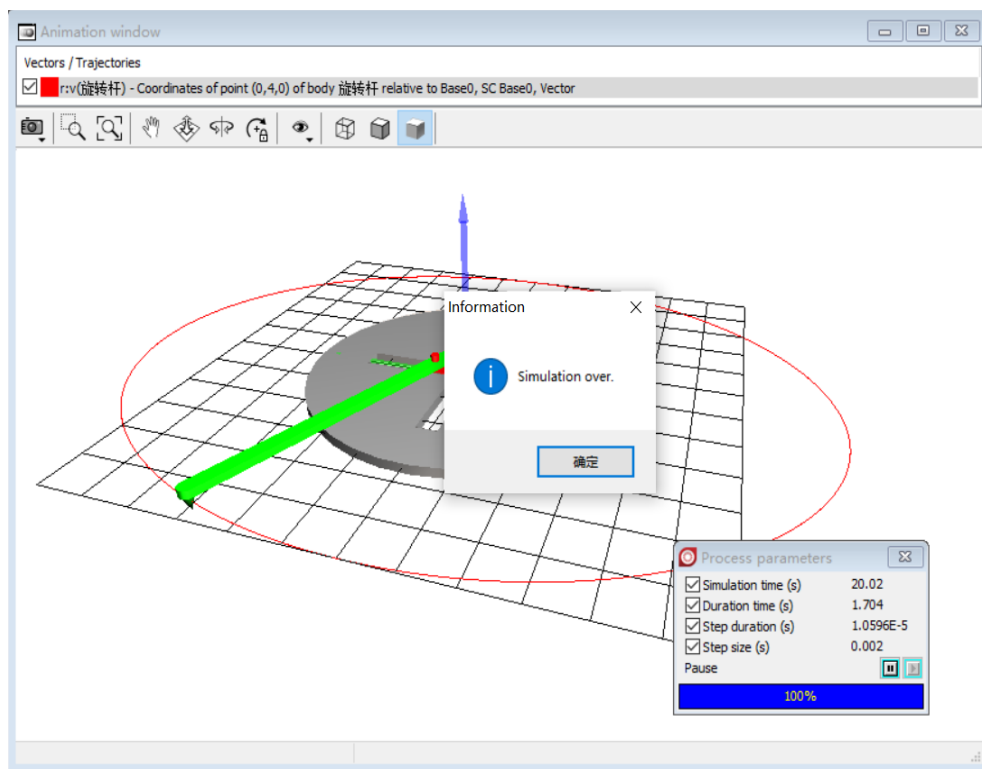

图 2-88
- 12) 计算完毕后，会自动弹出 **Simulation over** 提示，如图 2-88，点击**确定**，然后在弹出界面点击按钮 **Interrupt**，终止仿真。